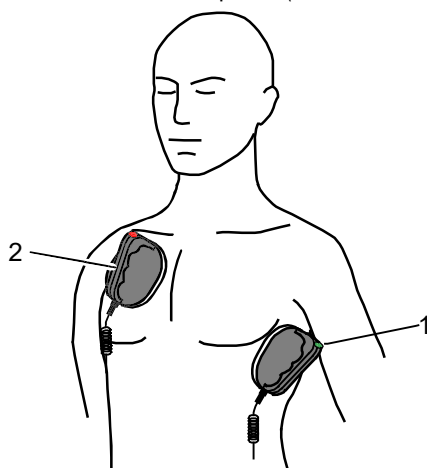

Bild 5-10 Anbringen der Schockpaddles
8. APEX-Schockpaddle (Bild 5-10, Pos. 1) seitlich der Herzspitze (5. ICR) auf den unteren linken Brustkorb platzieren.
9. STERNUM-Schockpaddle (Bild 5-10, Pos. 2) auf den Brustkorb rechts vom Sternum platzieren.